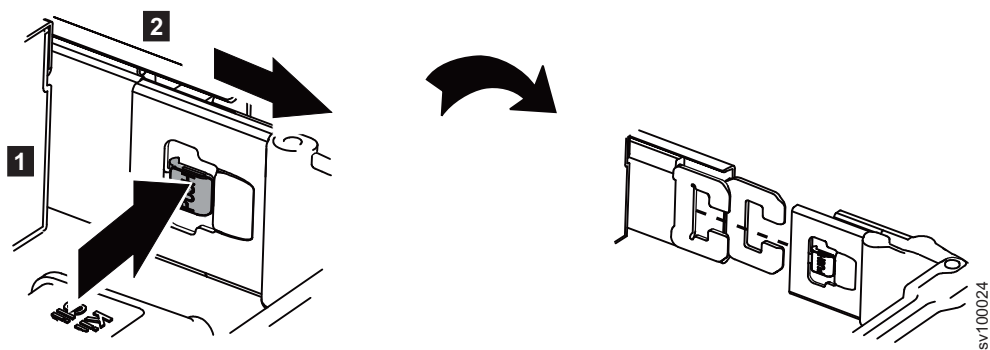

图 6. 松开电缆管理臂的内部构件
5. 松开内部构件，如图 6 中所示。
- a. 按"Push"按钮 (1)。
- b. 拉出电缆管理臂的插入式部件 (2)。